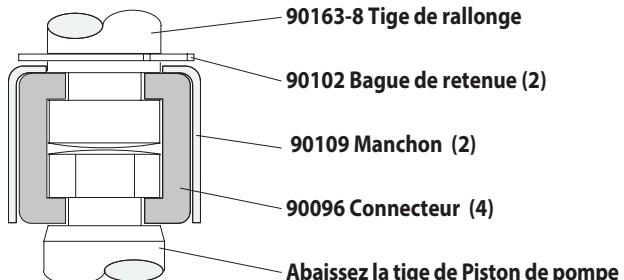

Figure 2
- À l'aide de la pince à circlips-e, glissez la bague de retenue assez loin pour laisser le manchon déplacer vers le haut et les deux connecteurs de sortie (voir figure 2). Mettre de côté le moteur pneumatique.